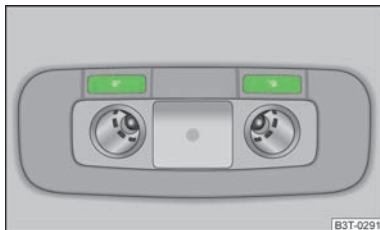

Abb. 41
- Die Schalter  » Abb. 41 drücken, um die Leseleuchten ein- bzw. auszuschalten.